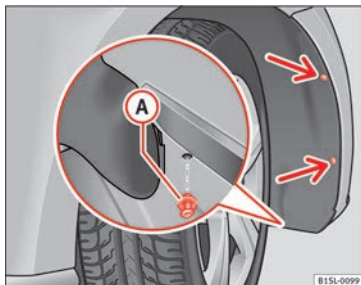
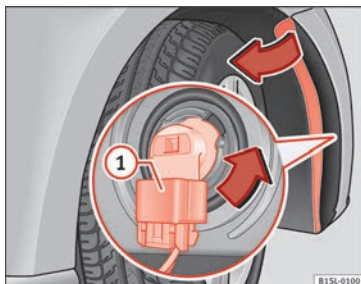

Bild 86 I det främre hjulhuset: ta bort fästskruvarna (pilarna) och den expanderbara niten (A).
Bild 87 Byta glödlampor i strålkastarna
1. Skruva bort de två fästskruvarna som fäster hjulhusbelysningen » **bild 86** (pilarna) med skruvmejseln i verktygssatsen » sidan 70.
2. Skruva bort den expanderbara niten i den nedre främre delen av hjulhusbelysningen (A) med skruvmejseln » sidan 70.
4. Koppla loss kontakten » **bild 87** (1) och ta bort den.
5. Vrid lamphållaren » **bild 87** i samma riktning som pil **moturs** så långt det går och ta bort den tillsammans med glödlampen medan den dras bakåt.
8. Anslut kontakten (1) till lamphållaren. Kontakten måste snäppa fast hörbart.
10. Sätt i den expanderbara niten i hjulhusbelysningen och stötfångaren och tryck i den helt » **bild 86** (A).
11. Skruva fast de två fästskruvarna » **bild 86** (pilarna) med en skruvmejsel.